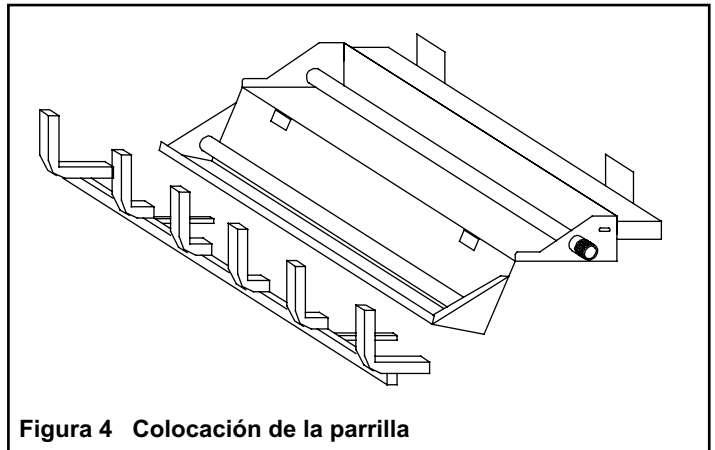

Figura 4 Colocación de la parrilla
- Instale la parrilla colocando las patas (están sujetas a la parrilla) en las ranuras de la bandeja del quemador. Deslice las patas en las ranuras (vea la figura 4) y empuje la parrilla hacia adentro lo más que se pueda hasta que esté en la posición de bloqueo.
- Para instalaciones de propano (PL) diríjase directamente a la sección "J. Para la instalación de gas propano".